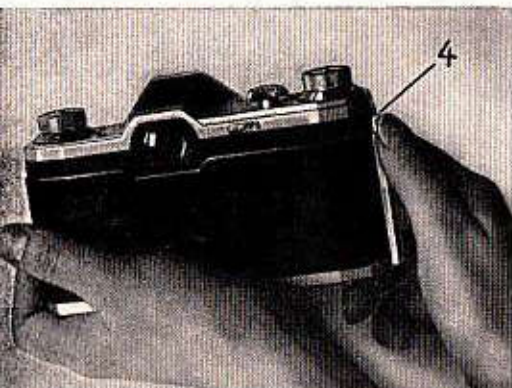

Abb. 10
1. Die Kamera wird mit der Rückseite nach dem Gesicht zu gehalten, der Riegel (4) an der rechten Seite nach oben geschoben und die Rückwand (22) unter leichtem Druck an der Riegelleiste nach hinten aufgeklappt (Abb. 10).